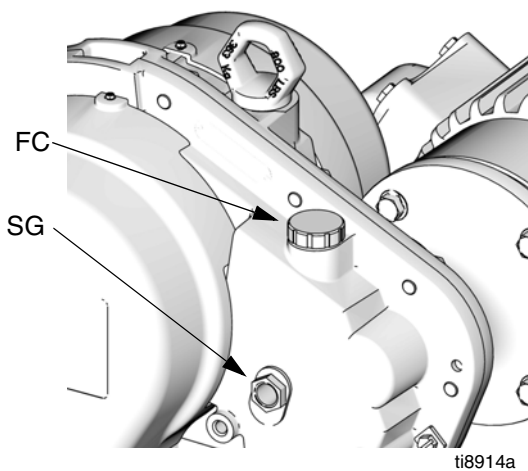

FIG. 8. Llenado de aceite
Todos los días, verifique el nivel de aceite en la mirilla (SG) del reductor de engranajes, con el motor en funcionamiento. El nivel de aceite (con el motor en funcionamiento) debería estar entre las partes superior e inferior de la mirilla (SG). Abra la tapa de llenado (FC) y llene el depósito de aceite del reductor de engranajes como sea necesario con aceite Graco 288414 (el paquete incluye doce botellas de 0,9 l [1 cuarto de galón]). No llene excesivamente. Vea la FIG. 8.